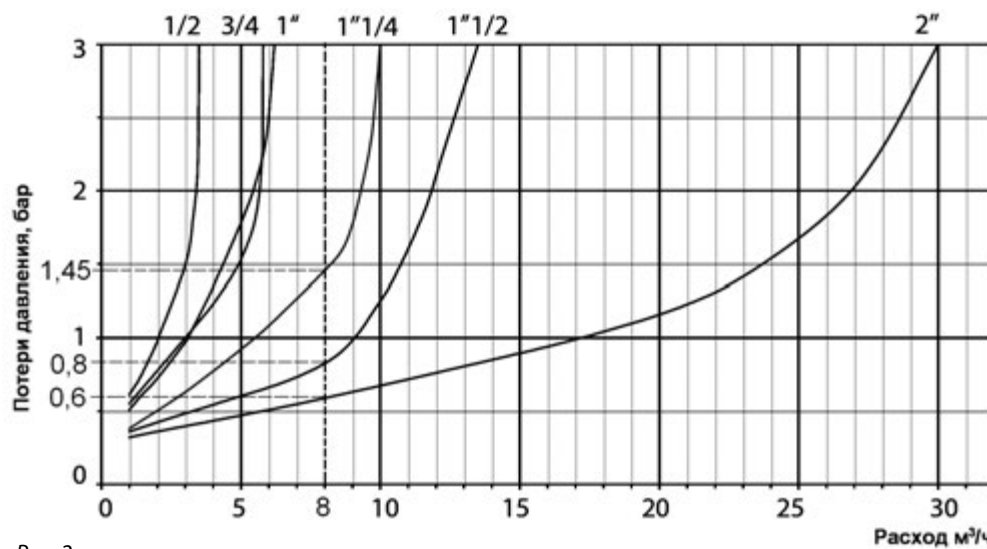

Рис. 2
2. Выбрать условный проход клапана редукционного 7 bis (рис. 2).
Падение давления в каждом случае зависит от условного прохода клапана и расхода среды через клапан, и может быть определено по диаграмме на рис. 2.
1. Проверка применимости по давлению до и требуемому давлению после клапана (рис. 2).
указанным давлениям лежит внутри области применимости (рис.2)
2. Выбрать условный проход клапана редукционного 11 bis (рис. 2).